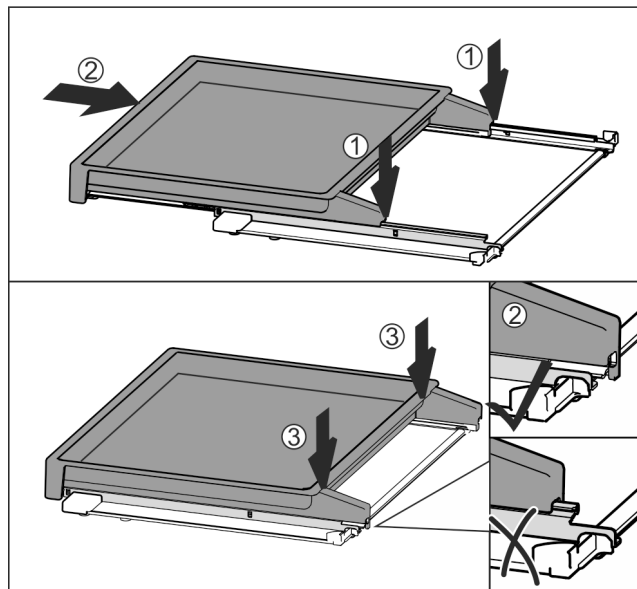

Fig. 113
- 居中放在轨道上 Fig. 113 (1)。
- 将拉出式搁板完全推入 Fig. 113 (2)。
- 按下后端，直至听到卡紧声 Fig. 113 (3)。